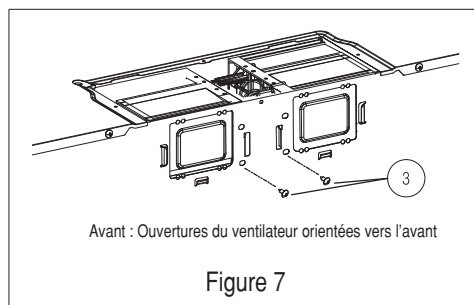

Figure 7
- Retirez les vis (3) de fixation du ventilateur et conservez les vis. Voir la figure 7.